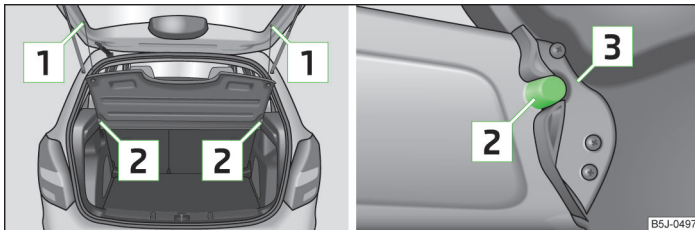

Abb. 47 Gepäckraumabdeckung ausbauen
- Die Haltebänder » Abb. 47 aushängen.
- Die Aufnahmen an der Abdeckung » Abb. 47 über die Halterungen an der Seitenverkleidung stellen.
- Die Aufnahmen der Abdeckung » Abb. 47 müssen in den Halterungen der Seitenverkleidung eingerastet sein.